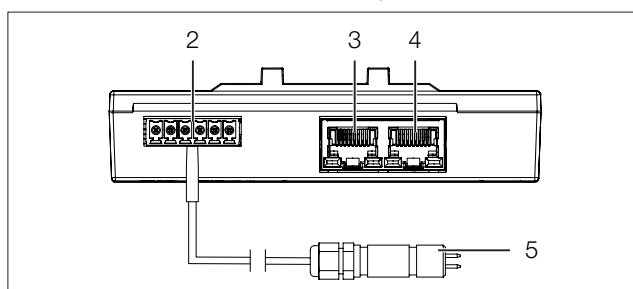

Abb. 3: Rückseite des Leckage-Punkt-Sensors
- Stecken Sie den Stecker des Sensorfühlers an der Universal-Schnittstelle an (Abb. 3, Pos. 2).
- Verbinden Sie die Elektronikeinheit des Leakage-Punkt-Sensors über ein CAN-Bus-Verbindungskabel mit einer CAN-Bus-Schnittstelle des Rittal Embedded Device bzw. der benachbarten Komponente im CAN-Bus (Abb. 3, Pos. 3, 4).
■ Schließen Sie ggf. an der zweiten, freien CAN-Bus-Schnittstelle des Leckage-Punkt-Sensors (Abb. 3, Pos. 3, 4) eine weitere Komponente an (z. B. einen anderen Sensortyp).